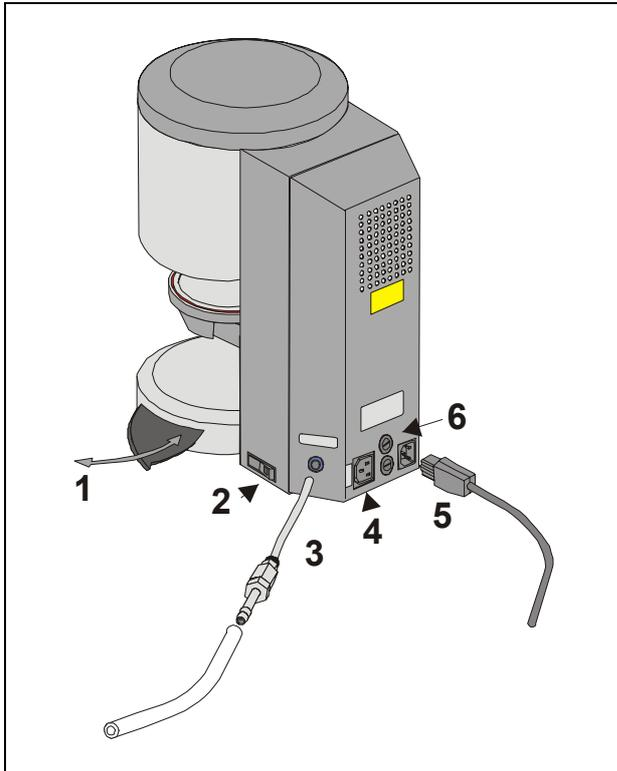

Fig. 1
- Conectar la bomba de de vacío (Fig. 1)
- Conectar el aparato a la tensión de la red con el cable de conexión a la red suministrado (Fig. 1). Usar como cable de conexión un cable de alimentación para aparatos caliente tipo HO5RR-F 3G1,0 mm². Evitar la conexión con prolongación a las cajas de distribución. Existe peligro de incendio en caso de sobrecarga.
Al no usarse el aparato, el ascensor debiera de desplazarse a la cámara de quemado y el aparato debiera estar desconectado con el interruptor principal (vea la Fig. 1, punto 2). El cerrar la cámara de quemado protege el aislamiento e impide la toma de humedad. Para desconectar el aparato, pulse la tecla **símbolo de desconexión** vea el punto **13**, el ascensor se entra automáticamente, la pantalla indica, desconectar el aparato con el interruptor principal.